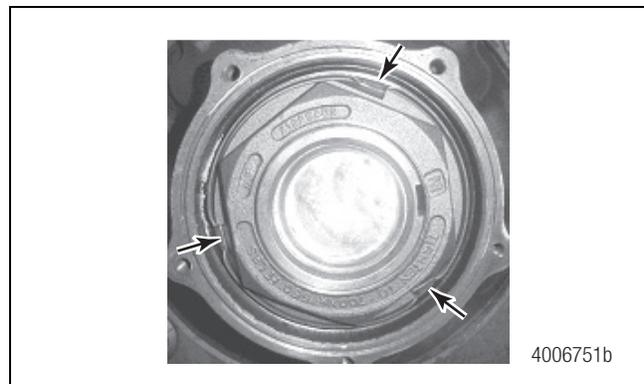
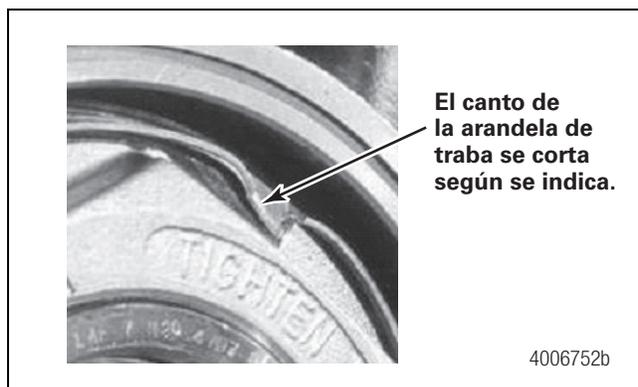

Figura 4.12
Figura 4.13
- Utilice un martillo y una herramienta de trabar (número de pieza AM21225831) para trabar a la tuerca la arandela de trabas en **tres** posiciones. Doble la arandela al perfil de la traba según se indica. Figura 4.12 y Figura 4.13.
- B. Utilice un martillo y una herramienta de trabar (número de pieza AM21225831) para trabar a la tuerca de la espiga en **tres** posiciones la arandela de trabas según se indica en la Figura 4.12.